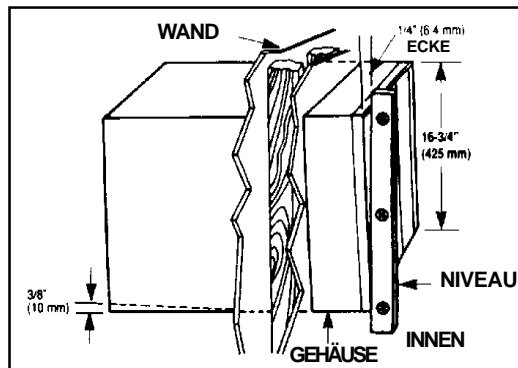

Abbildung 13 - Typisches Gefälle des Gehäuses
Schieben Sie den Chassis so weit wie möglich in das Gehäuse zurück. Überprüfen Sie nochmals den Winkel. Siehe Abbildung 13.
- Das Gerät muss mit einem Gefälle nach aussen installiert werden, so dass das Wasser nicht nach innen tropft. Siehe Abbildung 13.